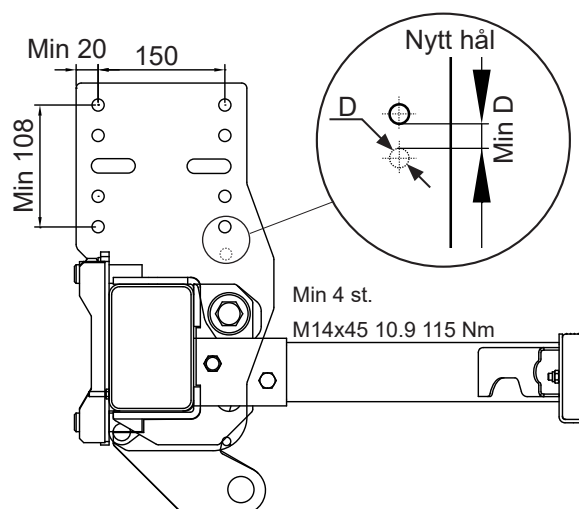

Bild 15. Montera ramfästet med minst 4 skruvar M14x45 10.9
9. Montera först med en skruv i fästenas spårformade hål. Märk ut på fordonsramen mitt i fästenas spårformade hål och borra sedan hål Ø14 mm. i ramen, se Bild 15.
13. Borra hål i fordonsramen för fästskruvar, Ø14 mm. Borra i res-pektive fästes yttre hål. Använd skruvar M14x45 och montera tillhörande bricka och mutter på fordonsramens insida. Montering måste ske med minst 4 skruvar i de yttre hålen. Skruven som först monterades i det spårformade hålet får inte räknas med. Vid behov kan denna nu flyttas till ett av de yttre hålen, se Bild 15. Dra sedan åt skruvarna med momentnyckel